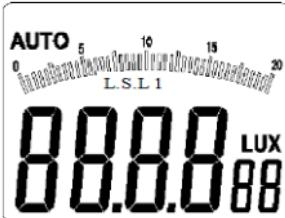

图 3-1-2C
4. 再次长按该键1秒，LCD右上方的“PEAK”字样熄灭，LCD左上方显示“AUTO”字样，返回自动测量模式（如图3-1-2C所示）。